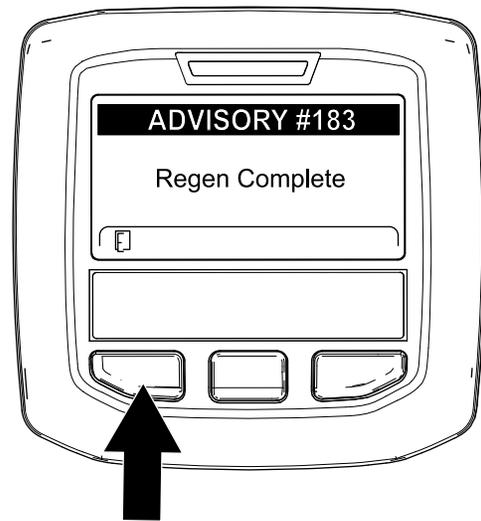

Figura 86
9. Quando il computer del motore completa una rigenerazione parcheggiata o una rigenerazione di recupero, l'InfoCenter visualizza il messaggio ADVISORY #183 (Figura 86). Premete il pulsante sinistro per uscire e tornare alla schermata Home.